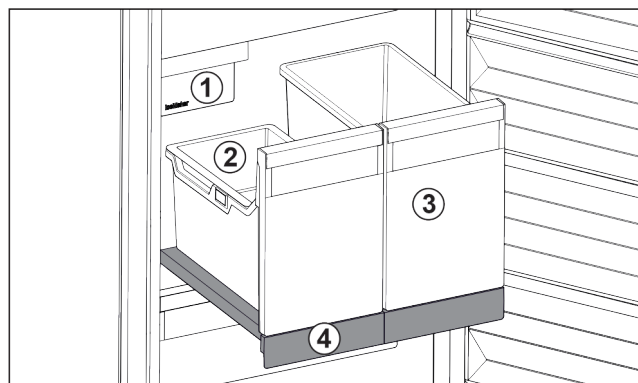

Fig. 123 Auszugsbord mit IceTower
Auf dem Auszugsbord sind zwei hohe Behälter (IceTower). Im Behälter Fig. 123 (2) werden Eiskwürfel aus dem IceMaker gesammelt und gelagert. Behälter Fig. 123 (3) eignet sich für die Lagerung von hohen Lebensmitteln wie Pizzen oder alkoholischen Getränken.